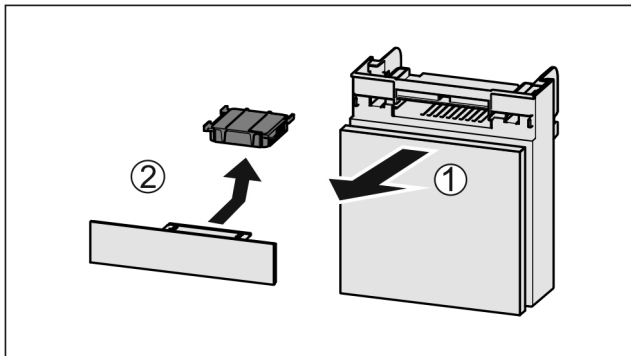

Fig. 38
- ▶ Extraire le compartiment par l'avant Fig. 38 (1).
- ▶ Sortir le filtre à charbon actif Fig. 38 (2).